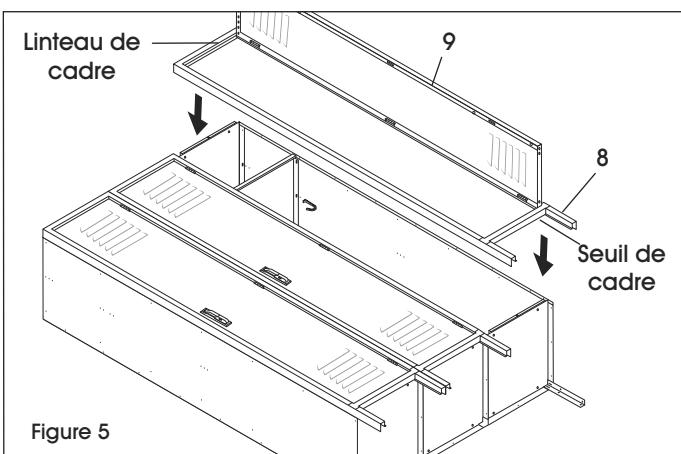

Figure 5
9. Placez l'ensemble porte et cadre (8 et 9) sur le corps du casier. Assurez-vous que les côtés du corps sont à l'intérieur du cadre et non pas insérés dans le cadre. Fixez le dessus au linteau de cadre et le fond au seuil du cadre (un boulon chacun). Terminez en fixant l'assemblage porte et cadre aux côtés du corps du casier (les boulons seront partagés avec la porte et le cadre connexes). (Voir Figure 5) Si vous raccordez une